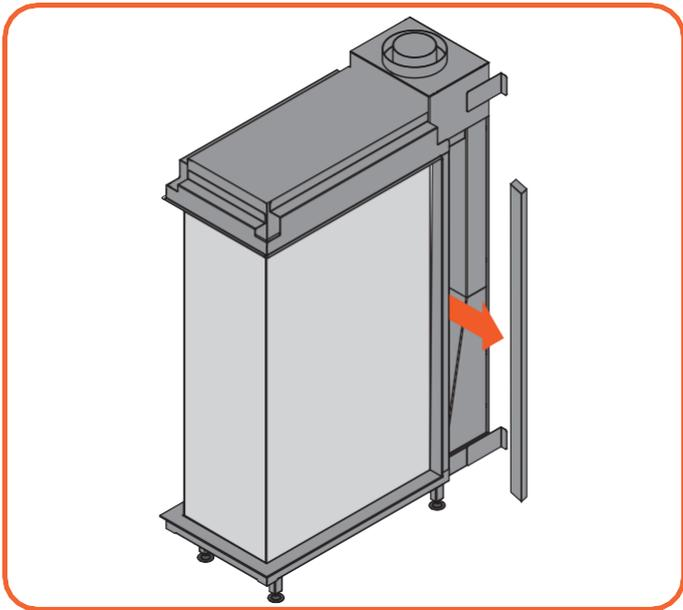

Fig. 9.4 Démontage du revêtement latéral
- Retirez les deux habillages latéraux. Ils sont maintenus en place par des clips magnétiques (figure 9.4).